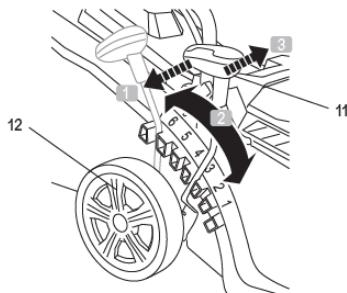

Fig. 7
Trageți maneta de reglare a inaltimei (11) înspre exterior și mișcați produsul în față sau în spate, după caz, pentru a mari sau a reduce inaltimea de taiere. Eliberați maneta de reglare a inaltimei (11) în slotul corepunzător inaltimei de taiere dorite (Fig. 7).